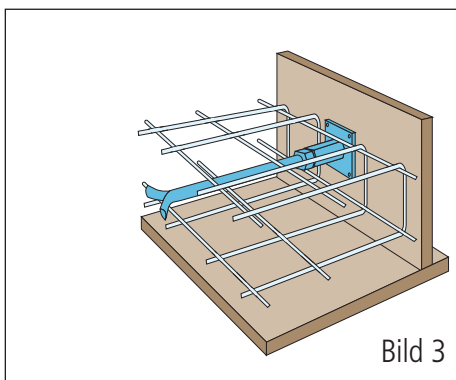

Bild 3
4. Verlegen der unteren und oberen Bewehrung des Betonbauteils (Bild 3).